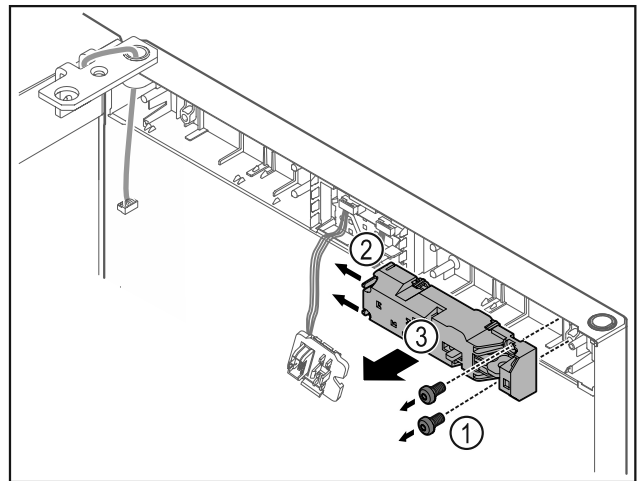

Fig. 15
- ▶ Извлеките винты Fig. 15 (1).
- ▶ Сдвиньте защелки Fig. 15 (2) в сторону и снимите замок дистанционного открытия Fig. 15 (3).